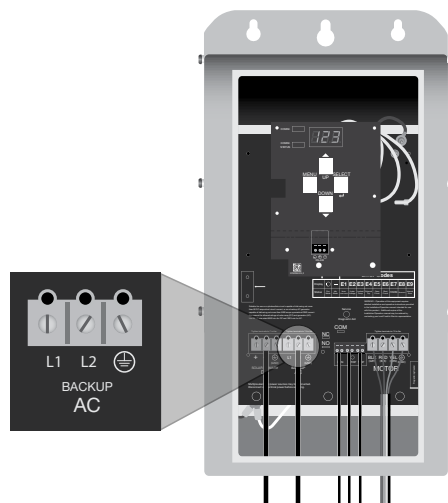

Figure 6 : Connexion du câblage CA
3. Branchez les câbles de la génératrice vers le bloc de bornes étiquetées « Back-up AC » (« CA de secours ») et marquées L1, L2 et GND (figure 6; spécification de couple : 15 po-lb [1,7 Nm]).